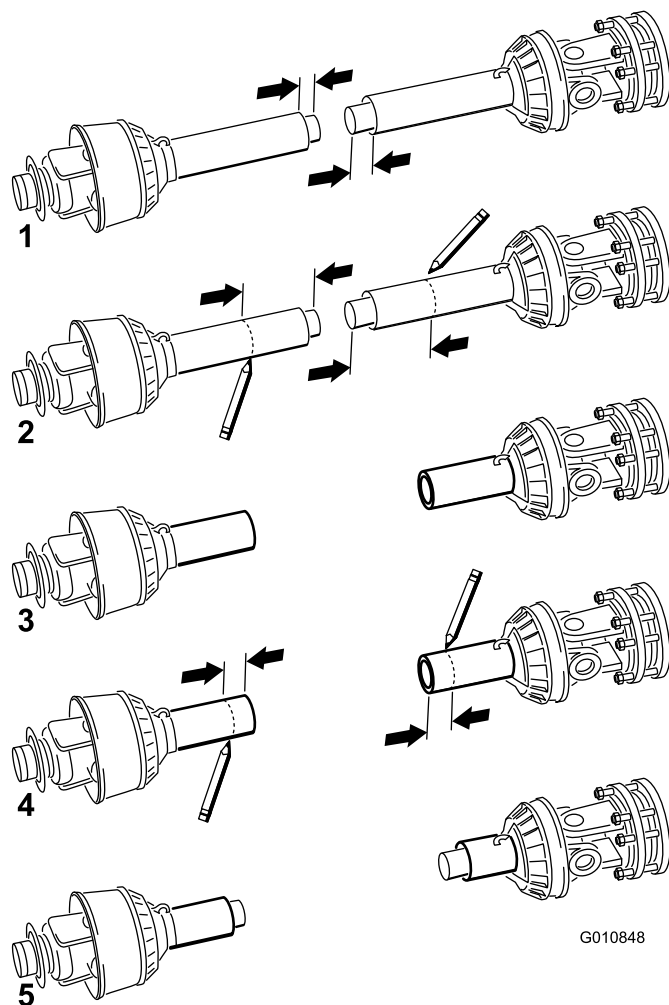

图18
11. 将 PT0 轴的两半分开（图18，图示 1）。
12. 测量从各个管的端部到其安全护罩的距离（图18，图示 1）。记录此距离。
13. 使用在步骤 8 中确定的尺寸，从每个 PT0半轴找到、标记并截短护罩和轴管（图18，图示 2 和 3）。
14. 使用在步骤 11 中确定的尺寸，找到、标记并截短安全护罩，露出轴管（图18，图示 4 和 5）。